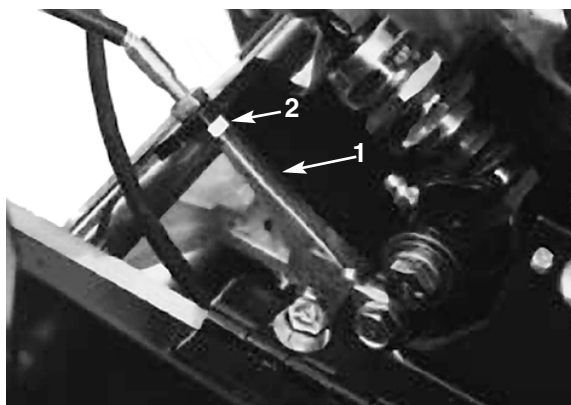

Fig. 35
3. Allentare il contro dado del cavo anteriore per aumentare la tensione del cavo, e serrare il contro dado del cavo posteriore (Fig. 35) finché non occorre una forza di 4–7 Nm per innestare il comando della trazione. Misurare la forza alla manopola di comando.
3. Per aumentare la tensione del cavo allentare il controdado del cavo anteriore e serrare il controdado del cavo posteriore (Fig. 35) finché non occorre una forza di 4–7 Nm per innestare il freno. Misurare la forza alla manopola della leva. Non regolare *eccessivamente* in modo che il nastro del freno tiri.